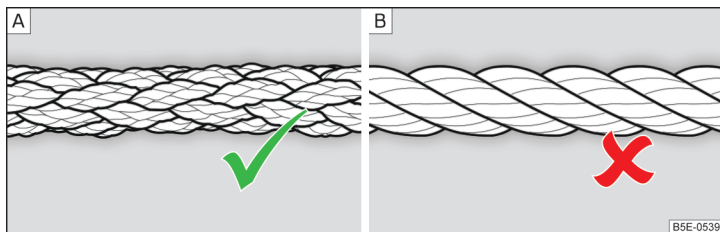

Fig. 118 Cablul de tractare împletit/cablul de tractare înfășurat
Pentru tractare trebuie utilizat un cablu de tractare împletit » fig. 118 - [A].
- La tractare nu utilizați cablu de tractare înfășurat » fig. 118 - [B], cârligul de tractare s-ar putea desface la autovehicul - există pericol de accident.